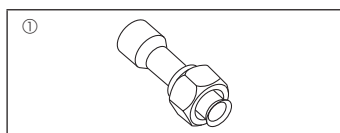

Fig. 1-1
1.6. Аксесоари на външното тяло (Fig. 1-1) (SHW230)